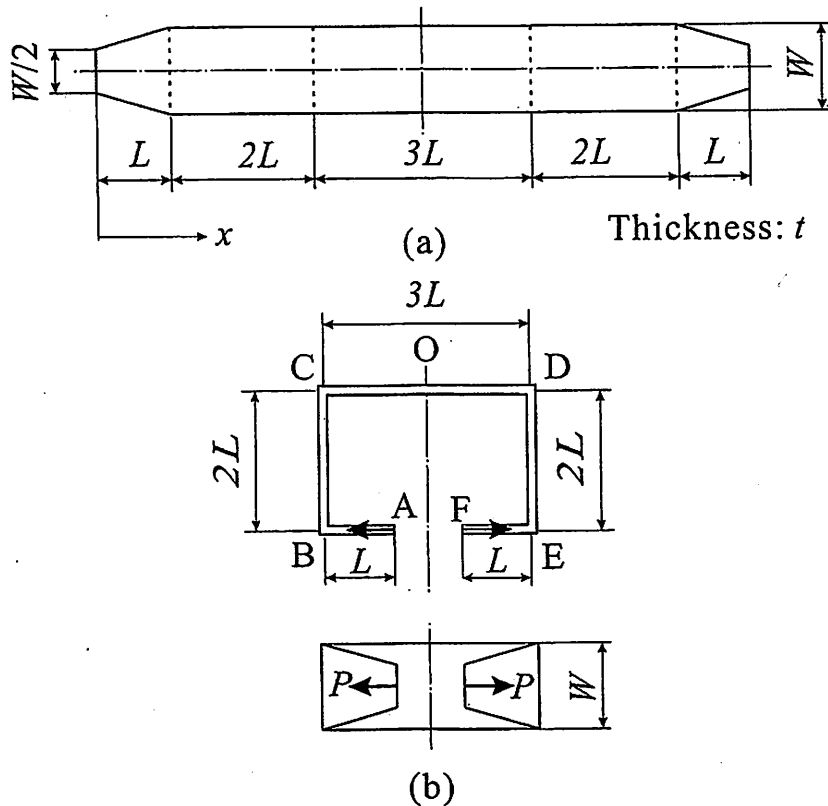

図 2
- [2] 図 2(a)に示すような幅 W , 厚さ t , 縦弾性係数 E の帯板を破線の位置で直角に折曲げて, (b)に示すような形状にした. 点 A および点 F に図 2(b)の向きに力 P を作用させたとき, 与えられた記号のみを用いて以下の問いに答えなさい. ただし, せん断応力による変形は無視し, 曲げと軸力のみによる変形を考えること. また, 座屈は生じないものとする. 解答用紙には, 導出過程も示すこと.
- (1) AB 間に作用する応力を x の関数として表しなさい.
- (2) BC 間に作用する曲げモーメントを x の関数として表しなさい.
- (3) CD 間に作用する曲げモーメントを x の関数として表しなさい.
- (4) 力 P を作用させたことによる AF 間の距離の増加量を求めなさい.
- (5) CD 間の midpoint O における最大ひずみを求めなさい.